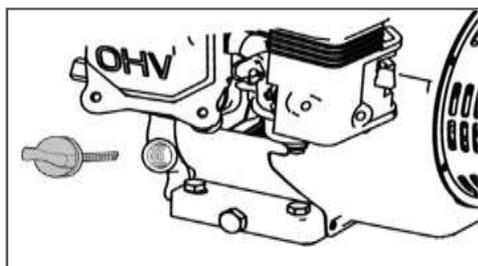

Рис.4 - Крышка-щуп маслосаливной горловины
3. Выкрутите крышку-щуп маслосаливной горловины и извлеките щуп (Рис. 4).